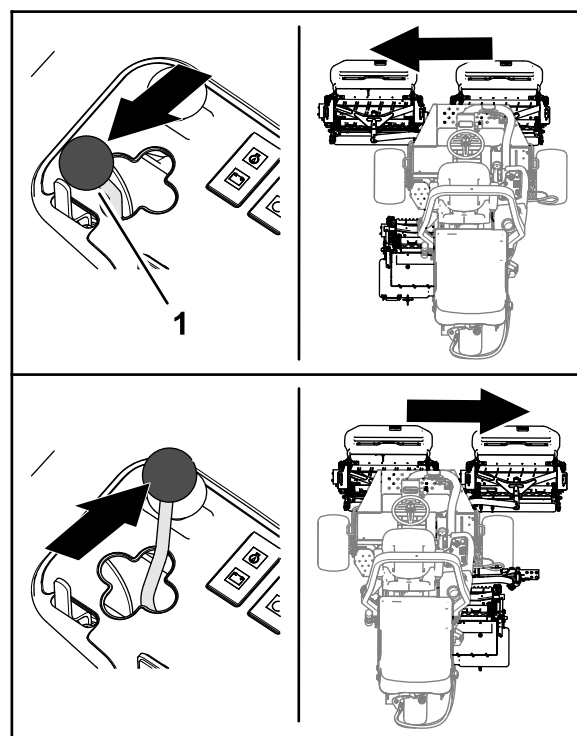

Figura 47
- Mueva la palanca de desplazamiento de las unidades de corte hacia la izquierda o la derecha para mover las unidades de corte a la derecha o la izquierda (Figura 47).